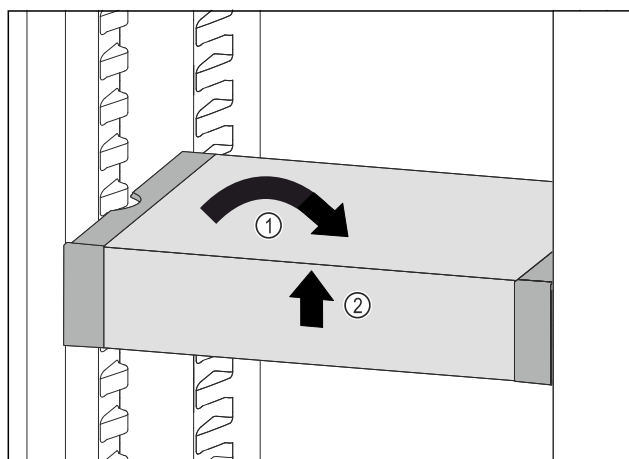

Fig. 128
- ▶ Coloque el VarioSafe en posición recta. Fig. 128 (1)
- ▶ Levante el VarioSafe por delante. Fig. 128 (2)